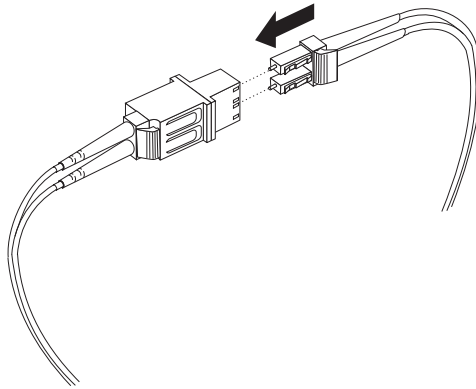

Figura 25. Conexión de un cable LC-LC al adaptador de cable LC-SC
4. Inserte con cuidado el otro extremo del cable LC-LC en el extremo del conector LC del adaptador de cable LC-SC, tal como se muestra en Figura 25. Empuje el conector hasta que encaje en su sitio.